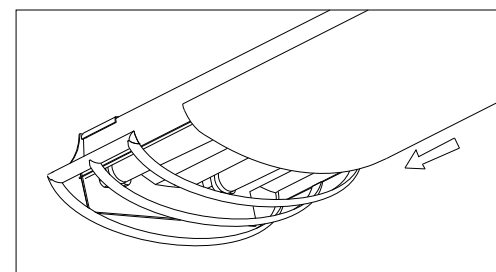
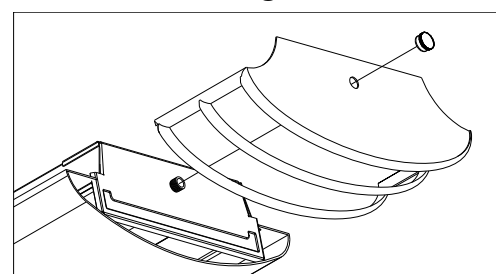

Figure 4
Figure 5
11. **Glisser le diffuseur entre** l'embout décoratif et l'appareil. **Voir la fig. 4.** Tout en supportant le diffuseur, installer l'autre embout décoratif et le faîteau. **Voir la Fig. 5.**
11. **Slide Diffuser between Decorative End and fixture.** **See Fig. 4.** While supporting Diffuser install other Decorative end and finial. **See Fig. 5.**
11. **Deslice el Difusor** entre el Extremo Decorativo y el luminario. **Vea Fig. 4.** Mientras este apoyando el Difusor, instale otro Extremo Decorativo y Finial. **Vea Fig. 5.**